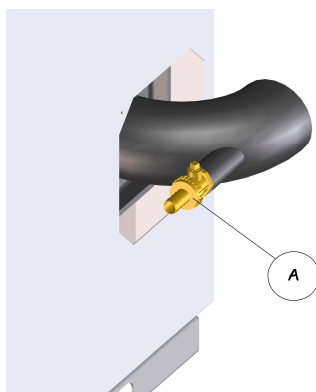

Fig. 10.3
- 2 Aprire il rubinetto di scarico (A in fig. 10.3).